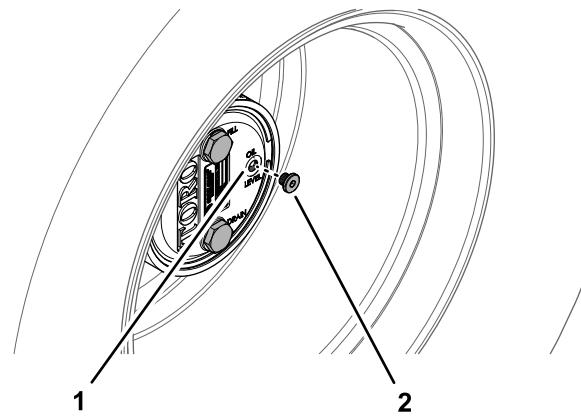

**Рисунок 60**
заливного отверстия находилась в положении «12 часов», пробка контрольного отверстия – в положении «3 часа», а пробка сливного отверстия – в положении «6 часов» (Рисунок 60).
2. Снимите пробку контрольного отверстия, расположенную в положении «3 часа» (Рисунок 60).
- Припаркуйте машину на ровной поверхности, расположите колесо так, чтобы пробка заливного отверстия находилась в положении «12 часов», пробка контрольного отверстия – в положении «3 часа», а пробка сливного отверстия – в положении «6 часов»; см. Рисунок 60 в разделе Проверка масла в планетарном редукторе \(страница 65\).